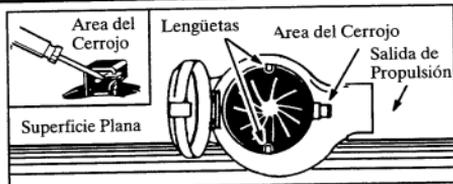

Figura 2
- Coloque el aparato sobre una superficie plana (Figura 2). Abra la entrada de aspiración de la forma siguiente:
- Injerte un destornillador en el área del cerrojo como se muestra en la Figura 2 (inserción).